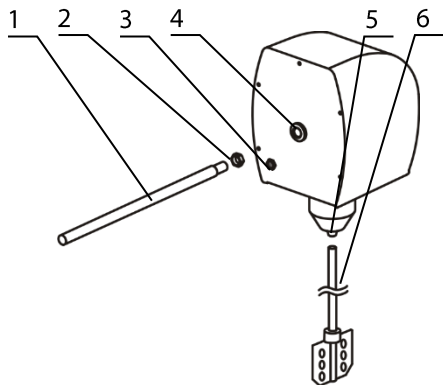

Рисунок 2. Сборка
- Двойной зажим ❻ по заказу
❶
❷
❸
❹
❺
❻
- Накрутите гайку (рис. 2/2) на стержень крепления на штативе (рис. 2/1);
- Вкрутите стержень (рис. 2/1) в отверстие (рис. 2/4) на задней панели прибора. Зафиксируйте стержень гайкой, закрутив её по часовой стрелке;
- Закрепите стержень перемешивающего элемента (рис. 2/6) в зажиме (рис. 2/5) не прилагая чрезмерной поперечно-осевой силы;